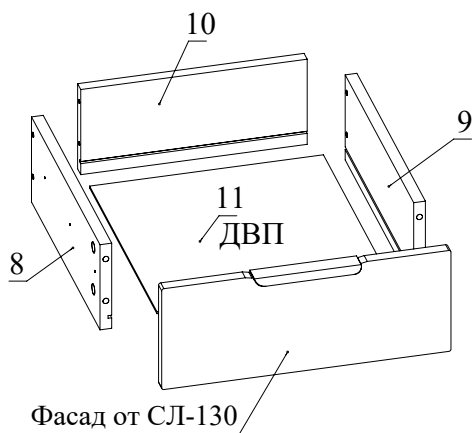

Рис. 9
- Соберите ящик. Для этого соедините детали 8 и 9 с деталью 10 при помощи конфирматов. Вставьте дно ящика 11 из ДВП в пазы деталей 8, 9, 10. Соедините фасад ящика от СЛ-130 с полученной конструкцией и затяните головки минификсов (Рис. 9).